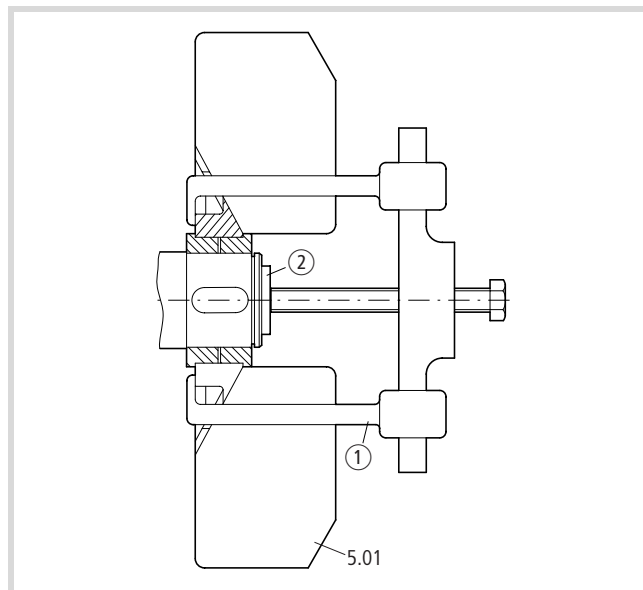

Figure 4 : Démontage du ventilateur (5.01)
- ▶ Retirez le ventilateur (5.01) de l'arbre à l'aide de l'arrache-moyeu ①. Les petits ventilateurs peuvent être démontés à la main (→ fig. 4).